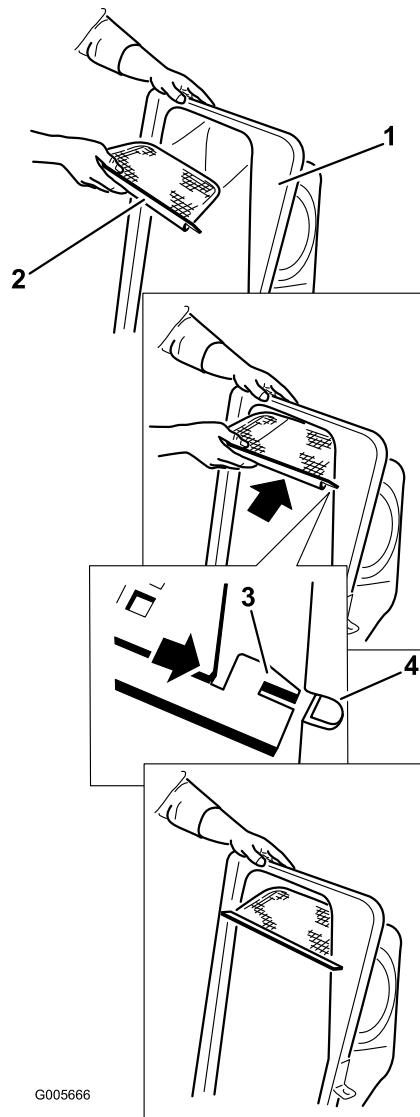

Figura 15
2. Instale la rejilla como se muestra en la Figura 15, de manera que quede inclinada hacia abajo, hacia las bolsas de recortes.